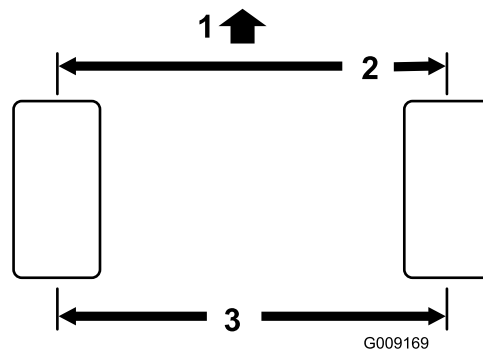

図 63
2. 後輪の前と後ろで、左右のタイヤの中央線間距離を測るアクスルの高さ位置で計測 図 63。